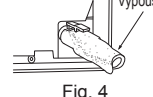

Fig. 4
- Zcela zasuňte vypouštěcí hadici do vypouštěcí sběrné nádrže na pravé zadní straně vnitřní jednotky. (Fig. 4)
- Zasuňte vypouštěcí hadici do stěnové průchodky (C) a zavěste horní část vnitřní jednotky na montážní desku (1). Poté vnitřní jednotku posuňte zcela doleva, abyste získali snadší přístup k potrubí v zadním prostoru jednotky.